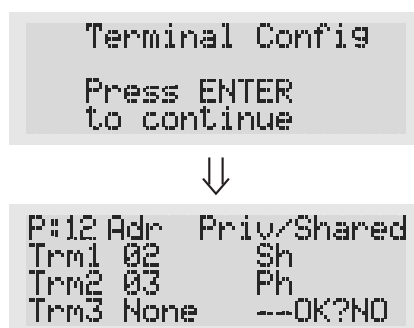

Рис. 5
- После нажатия клавиши ↓ на экран будет выведено изображение, показанное на рис. 5.
- В этом случае клавиша ↓ так же перемещает курсор к следующему по очереди полю, а клавиши ↓ ↑ точно так же изменяют значение текущего поля. В поле P:xx отображается значение адреса, выбранного для платы pCO. В примере, показанном на рис. 5, выбрано значение адреса «12».
- pressing ↓ again displays the screens shown in Fig. 5, in sequence;